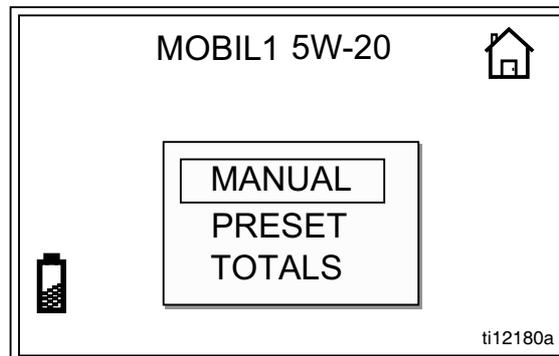

FIG. 20
1. Depuis l'écran d'accueil, utiliser les FLÈCHES HAUT ou BAS pour sélectionner MANUEL (FIG. 20).